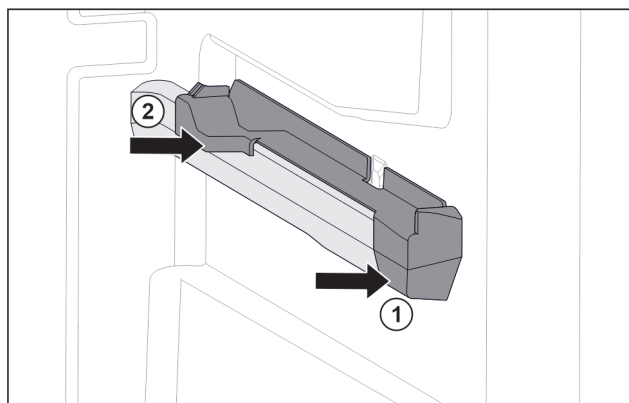

Fig. 142 Elemento inseribile sulla nervatura destra del contenitore
- Posizionare l'elemento inseribile sulla parte anteriore della nervatura del contenitore. Fig. 142 (1)
- Premere l'elemento inseribile sulla parte posteriore. Fig. 142 (2)